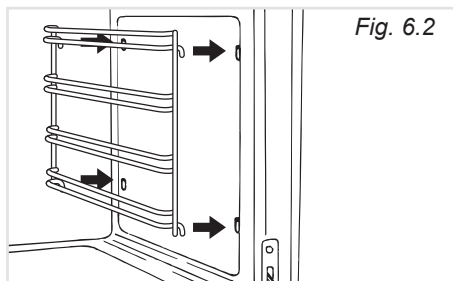

Fig. 6.2
- Agganciare i telai laterali ai fori delle pareti laterali dell'interno del forno (fig. 6.2)